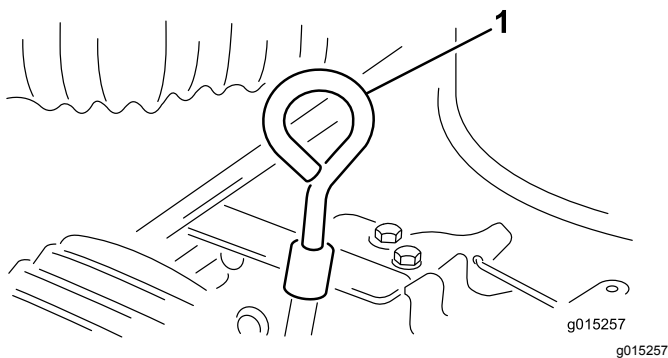

Bild 8
2. Reinigen Sie den Bereich um den Ölpeilstab, damit kein Schmutz in den Einfüllstutzen gelangen und den Motor beschädigen kann (Bild 8).